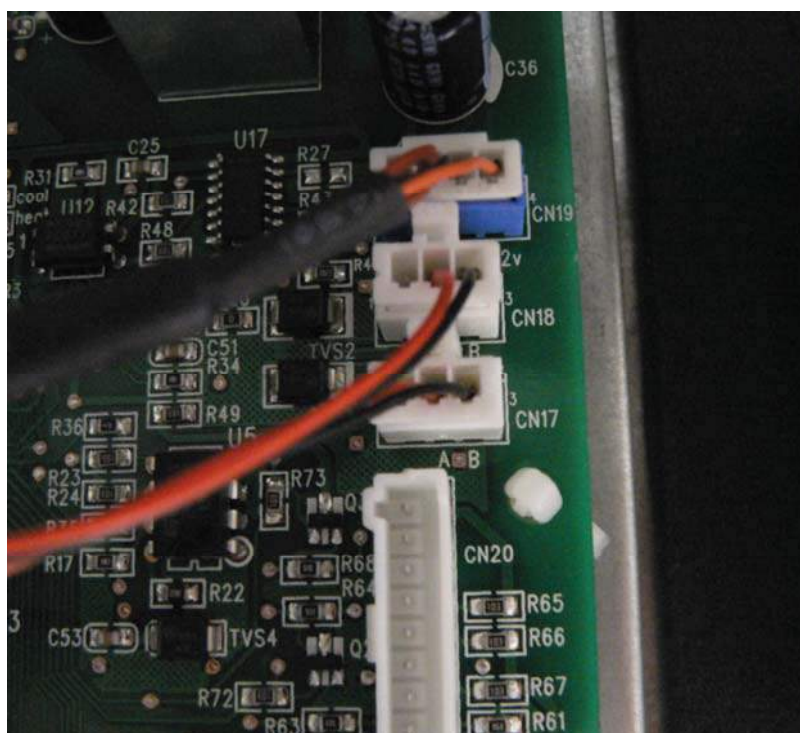

Рис. 3.16
3.3.3 Подключение пульта производится к разъему CN19 или CN18, который расположен на основной плате внутреннего блока (см. рис. 3.16).